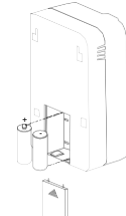

Fig. 4
5. Öffnen Sie das Batteriefach (Fig. 4).